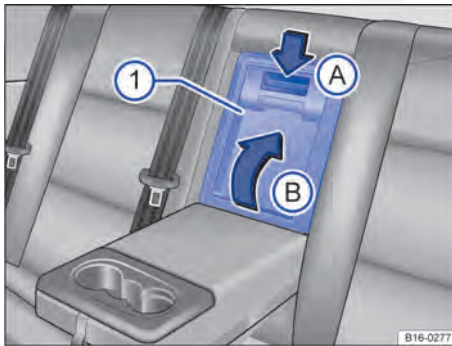

Fig. 111 No encosto do banco traseiro: abrir o dispositivo para transporte de objetos longos.
- Pressionar o botão de destravamento para baixo ⇒ Fig. 111 (A) e fechar a tampa do dispositivo para transporte de objetos longos (1) no compartimento de bagagem (B).